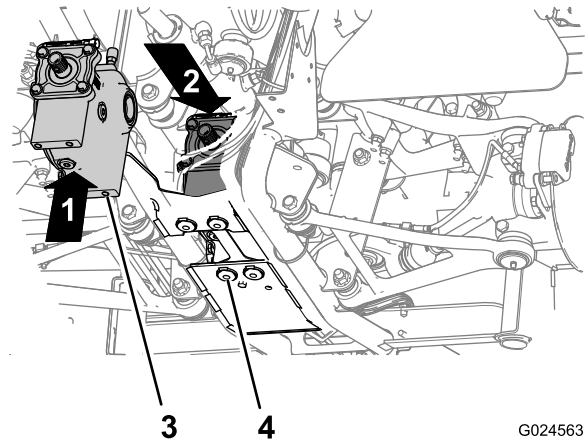

Figura 27
3. Allineate i fori nella parte inferiore del differenziale con i fori negli isolanti e nella piastra d'appoggio installati nei passaggi 1 e 2 (Figura 27).